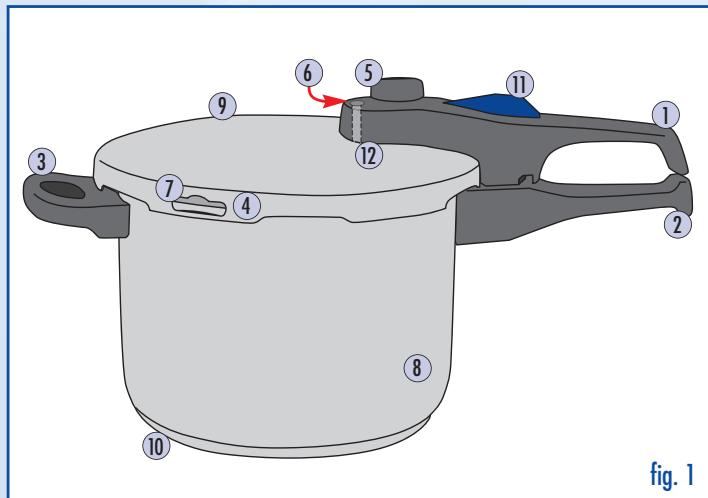
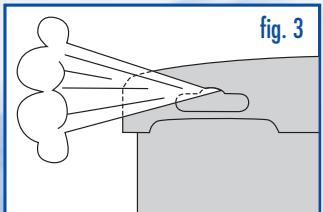

fig. 1
fig. 3
In caso di aumento eccessivo della pressione, l'anello di gomma viene spinto in fuori da uno spazio libero nel bordo del coperchio (fig. 1, ⑦) e la pressione può fuoriuscire (vedi fig. 3).